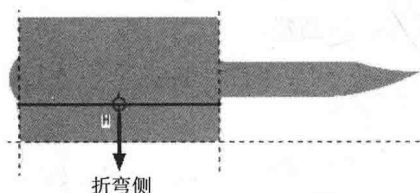
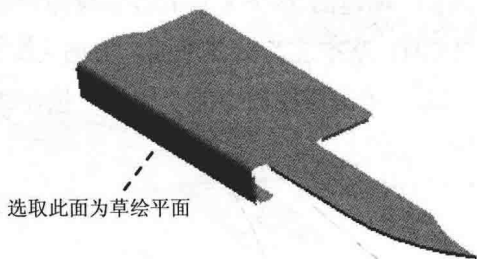

图 2.7 定义折弯侧和固定侧
图 2.8 创建折弯特征 2
(7) 选择折弯侧。系统提示 **指明在实体的哪一侧创建特征。**, 选择 **Flip (反向)** 命令定义默认方向的反侧为折弯侧 (图 2.7), 然后选择 **Okay (确定)** 命令。
(8) 选择固定侧。系统提示 **箭头指示着要固定的区域。拾取反向或确定。**, 选择 **Okay (确定)** 命令, 接受系统默认的固定侧方向。
(9) 在 **RELIEF (止裂槽)** 菜单中, 选择 **No Relief (无止裂槽)** → **Done (完成)** 命令。
(10) 在 **DEF BEND ANGLE** 菜单中, 选择 **90.000** → **Done (完成)** 命令。
(11) 在 **SEL RADIUS (选取半径)** 菜单中, 选择 **Thickness (厚度)** 命令。
(12) 单击信息对话框中的 **预览** 按钮, 预览所创建的折弯特征, 然后单击 **确定** 按钮。
Step4. 创建图 2.8 所示的折弯特征 2。选择下拉菜单 **插入(I)** → **折弯操作(B)** → **折弯(B)...** 命令, 在 **OPTIONS (选项)** 菜单中, 选择 **Angle (角度)** → **Regular (常规)** → **Done (完成)** 命令。在 **USE TABLE (使用表)** 菜单中, 选择 **Part Bend Tbl (零件折弯表)** → **Done/Return (完成/返回)** 命令; 在 **RADIUS SIDE (半径所在的侧)** 菜单中, 选择 **Inside Rad (内侧半径)** → **Done/Return (完成/返回)** 命令。选取图 2.8 所示的表面为草绘平面, 接受系统默认的特征